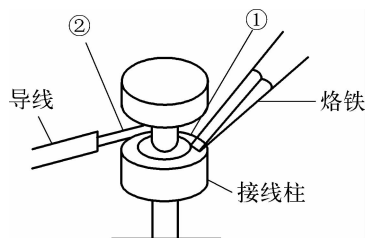

图 1-2-18 焊料供给要领
⑤ 保证焊接质量的因素:手工焊接是利用电烙铁加热焊料和被焊金属,实现金属间牢固连接的一项工艺技术。这项工作看起来十分简单,但要保证众多焊点的均匀一致、个个可靠却是十分不容易的,因为手工焊接的质量是受多种因素影响和控制的。通常应注意以下几个保证焊接质量的因素:
g. 焊料供给要领:要掌握好焊料供给时机,即在焊点达到焊接温度时,及时供给焊料,这时焊剂最容易在金属表面起作用,促使焊料润湿被焊金属。同时,焊料供给的位置和顺序要正确,如图 1-2-18 所示,先在烙铁头接触的被焊金属处供给少量焊料(图中①处),这样可以加快热传导;然后再向距烙铁头加热点最远的位置供给焊料(图中②处)。应当指出,供给焊料时,绝不能用烙铁